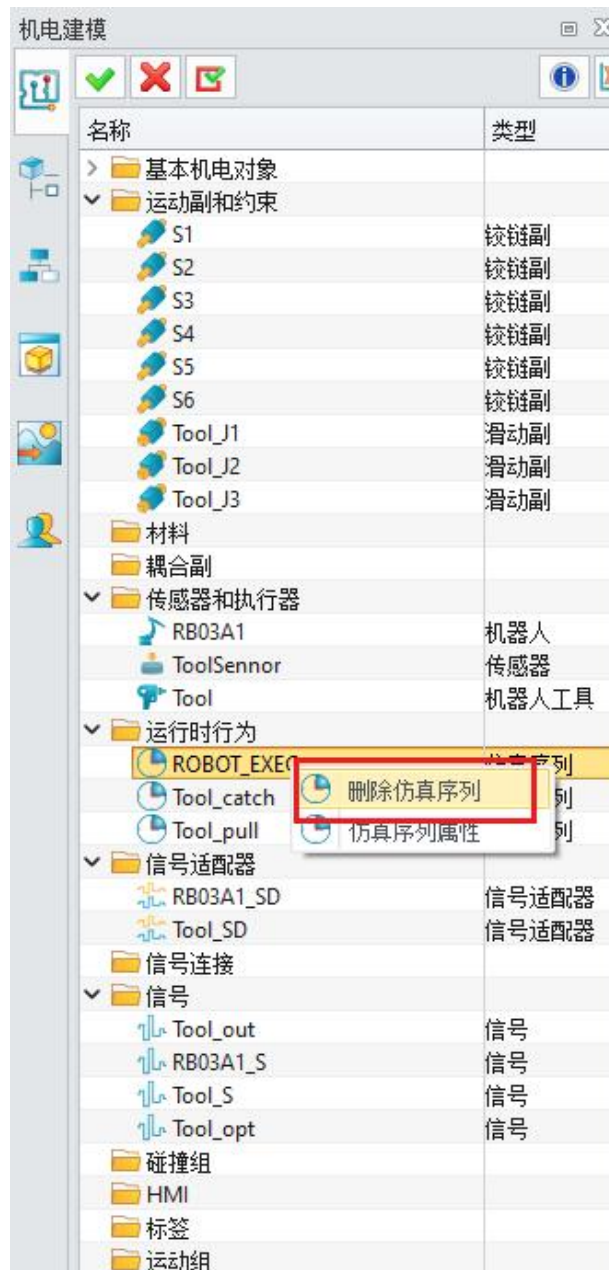

图 12-4: 删除仿真序列
- 右键单击 "GSKRobot\_EXEC" 并删除仿真序列。(图 12-4)